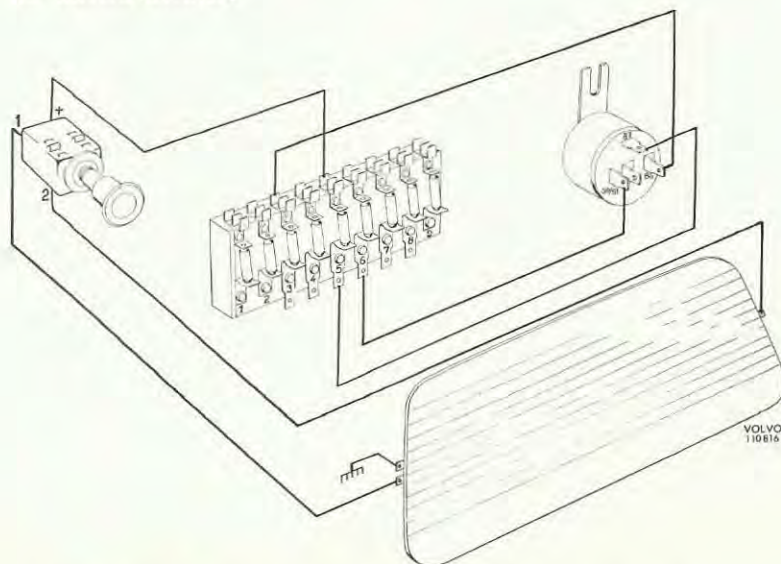

Bild 3. Kopplingschema för Volvo 142, 144
7. Övriga elkopplingar göres efter kopplingschema bild 3. Stomanslutning av rutan kan göras genom att borra och sätta fast anslutningen från rutan med plåtskruv under sidopanelen.